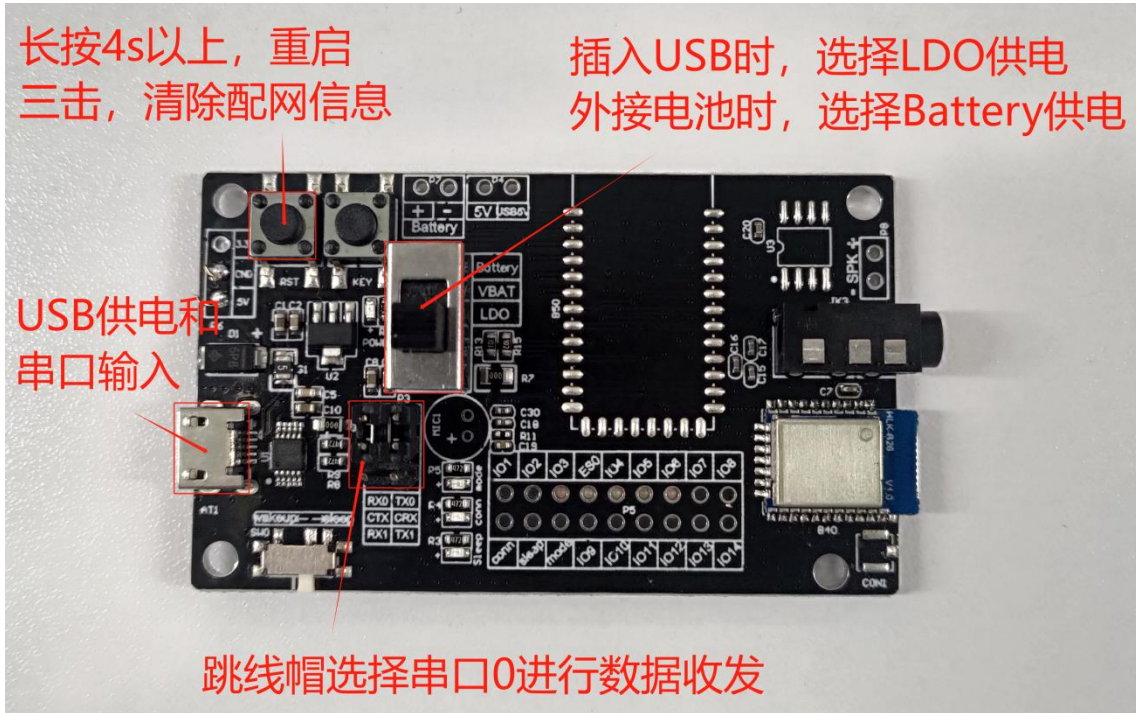
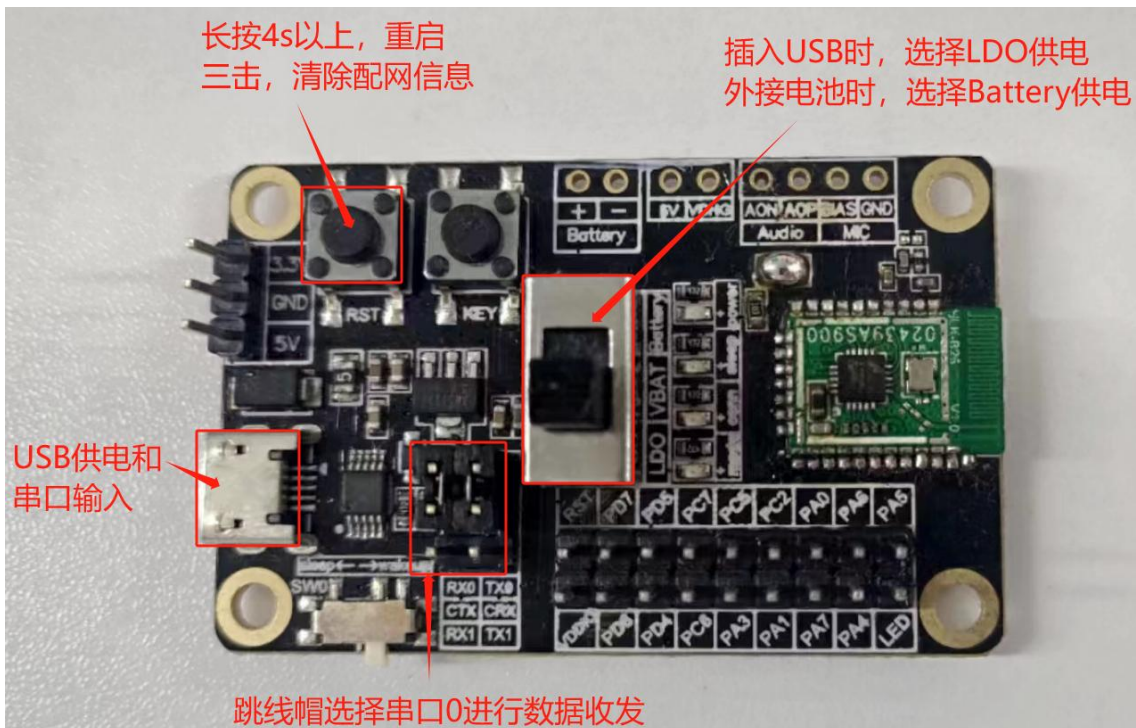

图3
图4
- 以HLK-B40/B50-KIT-V1.1(图3)或者HLK-B40-KIT-V1.1(图4)为测试底板，如下图所示